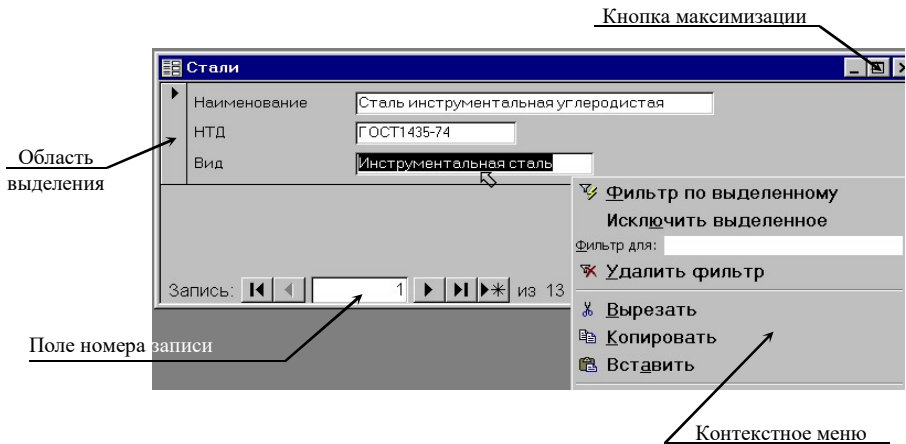

Рис. 2.1
3. Відкрити форму «Конструкционные стали». Задати повно екранне подання вікна формою шляхом натискання кнопки максимізації (середня кнопка в правому верхньому куті форми). Записи таблиці, використовуючи поле номера запису в лівій нижній частині вікна. Вивчити призначення кнопок в цьому полі і способи переміщення по записах таблиці за допомогою клавіш клавіатури: «Page Up», «Page Down», «Tab», «Enter». Перевірити спосіб переходу до потрібного запису шляхом введення її номера в полі «Запись» (див. рис. 2.1).
5. Створити форму на базі об'єднаної таблиці «Стали». Виконати операції пошуку і фільтрації даних, застосовуючи методи, освоєння на попередніх етапах виконання лабораторної роботи. На даному етапі рекомендується використовувати контекстне меню, яке викликається натисканням правої кнопки миші при фіксованому положенні курсору (тобто курсор повинен знаходитися в безпосередній близькості від об'єкту, на який буде направлена наступна процедура). Наприклад, на рис. 2.1 представлено стан вікна в момент виклику контекстного меню, коли курсор знаходиться в полі «Вид» і передбачається виконати фільтрацію записів по цьому полю після вибору команди меню «Фильтр по выделенному».